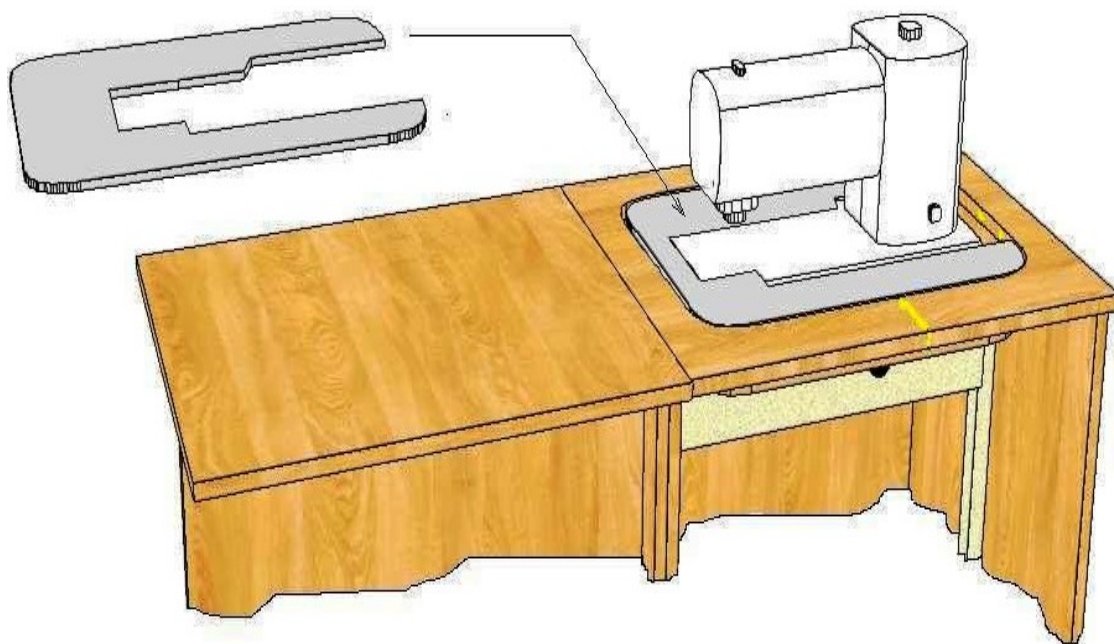

Рис.7
****Внимание! Акриловая вставка, устанавливаемая на стол при втором рабочем положении швейной машины, внесет дополнительный комфорт в Вашу работу (см. рис.7).***